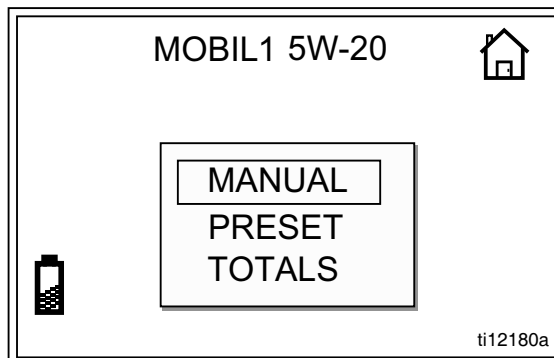

ABB. 20
1. Wählen Sie aus dem Startbild mit der AUFWÄRTS- bzw. ABWÄRTS-Pfeiltaste den Menüpunkt MANUAL (ABB. 20) aus.